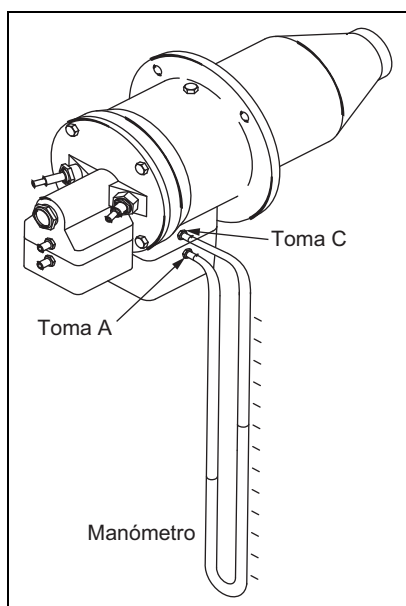

Figura 4.2. Ajuste del aire de fuego alto
3. Ajuste el aire de fuego alto utilizando las instrucciones de un sistema de un solo quemador o de un sistema de varios quemadores a continuación. (Consulte la Figura 4.2)
Paso 2: Ajuste del aire de fuego alto (Figura 4.2)